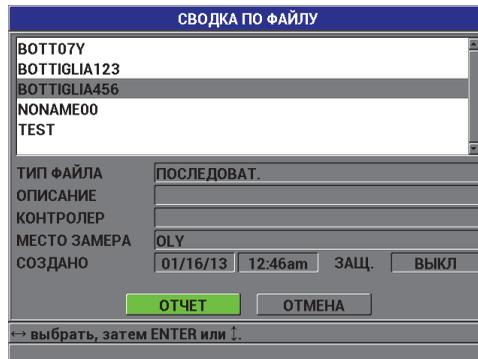

Рис. 7-17 Экран СВОДКА ПО ФАЙЛУ
4. В окне **СВОДКА ПО ФАЙЛУ** (см. Рис. 7-17 на стр. 144):